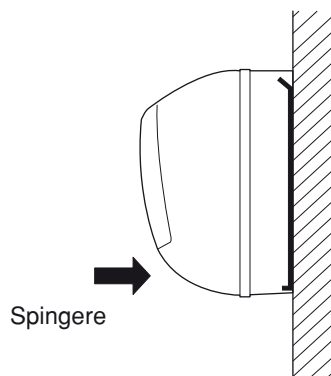

Fig. 33
- (1) Per installare l'unità interna, montare l'unità interna sulle 2 linguette sulla parte superiore del pannello posteriore.
- (2) Tenere abbassata l'uscita di efflusso dell'aria e premere sulla parte bassa dell'unità interna fino a che si assesta con uno scatto sulle 2 linguette alla parte bassa del pannello posteriore. (Fig. 33)